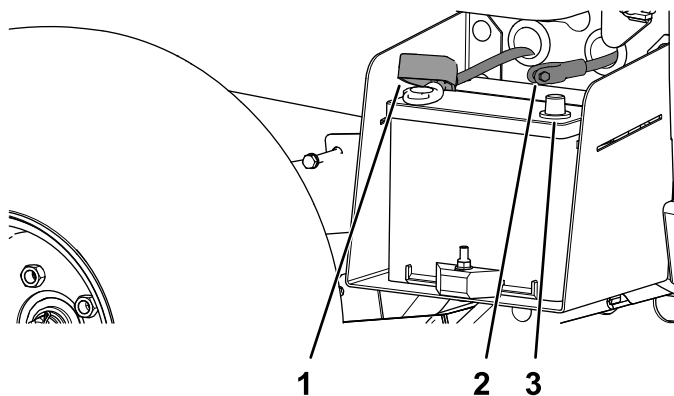

Figura 5
3. Conectați cablul pozitiv al bateriei (rou) la borna pozitivă (+) a bateriei i fixați cablul cu uruburi i piulie (Figura 5).